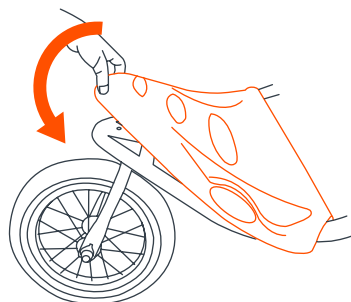

Fig. 5c
- Alinee el guardabarros delantero y presiónelo en el armazón delantero (Fig. 5c).